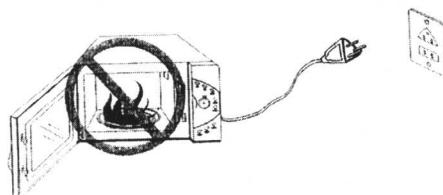

图 1-10 微波炉内起火不能立即打开炉门
(9)烹调过程发生冒烟或起火现象时,请不要立刻打开炉门,否则遇到空气会加大火势,应立即切断电源,如图 1-10 所示。